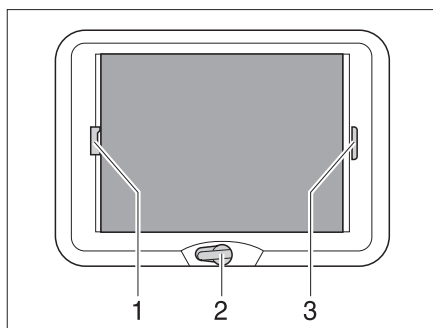

Fig. 95 Oblò a manovella
- Ruotare la manovella (Fig. 95,2) fino a quando non si incontra resistenza (angolo di apertura max. 70°).
- Chiusura:** ■ Tirare la tendina oscurante pieghevole per la maniglia (Fig. 95,3) e rilasciarla alla posizione desiderata. La tendina oscurante pieghevole rimane in questa posizione.
- Chiusura:** ■ Tirare la protezione contro gli insetti per la maniglia (Fig. 95,1) verso la maniglia contrapposta della tendina oscurante pieghevole (Fig. 95,3) e farla innestare.
- Apertura:** ■ Tirare la maniglia della protezione contro gli insetti (Fig. 95,1) dietro, verso l'alto, e sganciare la protezione contro gli insetti dalla tendina oscurante pieghevole (Fig. 95,3).